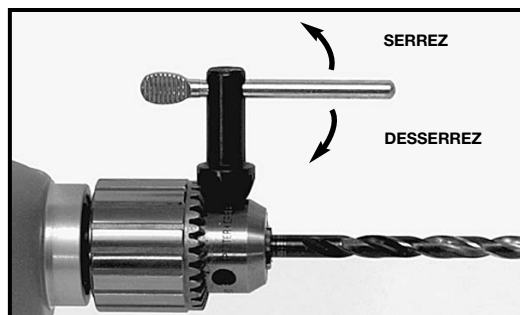

Fig. 1
- Serrez le mandrin – insérez la clé du mandrin dans chacun des trois trous de clavette du corps du mandrin (Fig. 1) en succession et serrez fermement en tournant la clé en sens horaire.